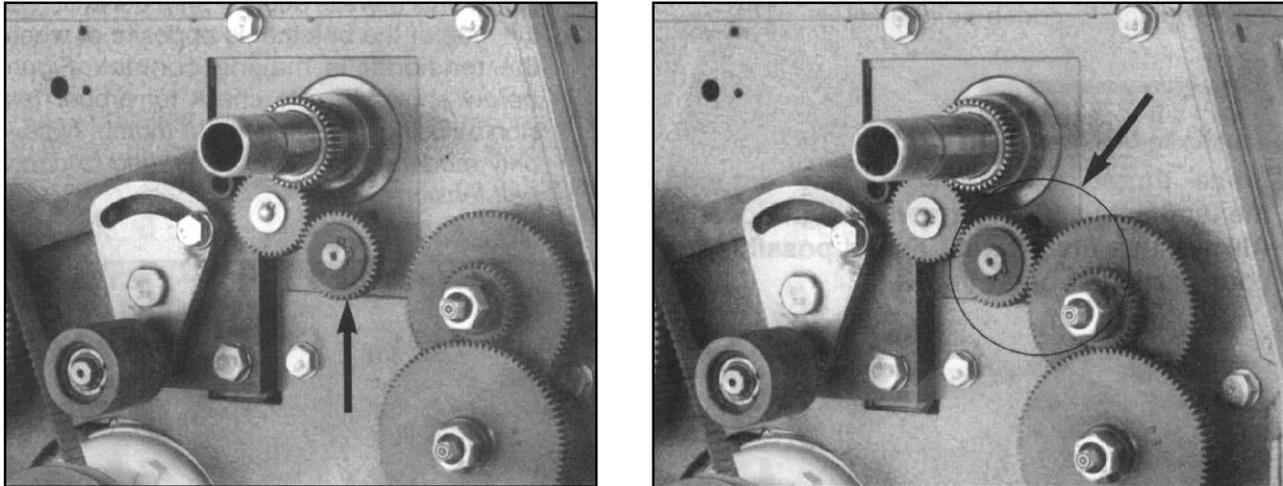

Figura 30 – Spostamento albero con ingranaggio.
2. Smontare l'albero con ingranaggio dalla posizione C ed avvitarlo nella posizione B, come mostrato in figura 30.